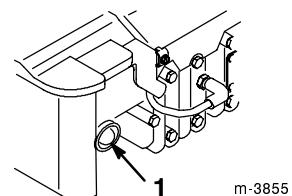

Figure 54
2. Appuyez sur l'amorceur à trois reprises, en marquant une pause de deux secondes chaque fois (Fig. 54).